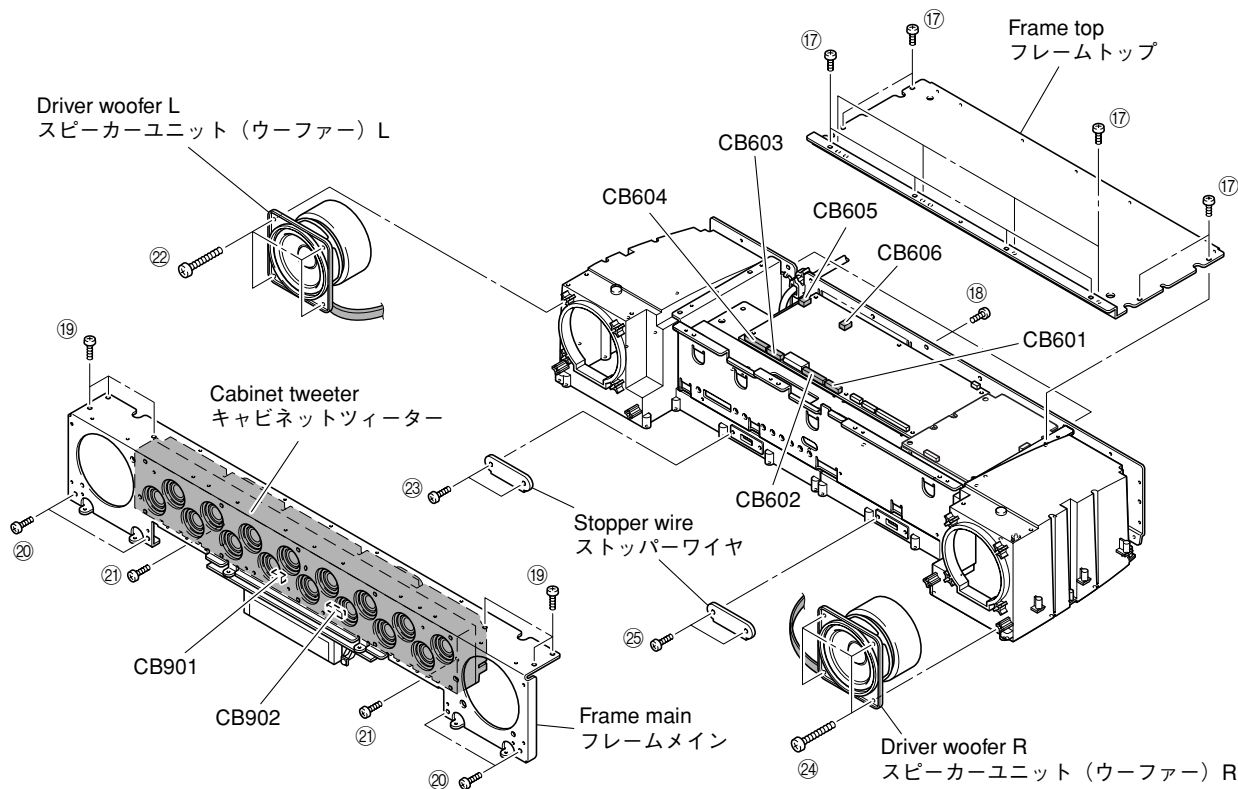

Fig. 13
- Remove 12 screws (17) and 3 screws (18). (Fig. 13)
- Remove the frame top. (Fig. 13)
- Remove 6 screws (19), 4 screws (20) and 2 screws (21). (Fig. 13)
- Remove CB601-604 and CB901-902. (Fig. 13)
- Remove the frame main together with cabinet tweeter. (Fig. 13)
- Remove 4 screws (22). (Fig. 13)
- Remove CB605. (Fig. 13)
- Remove 2 screws (23) and then remove the stopper wire. (Fig. 13)
- Remove the driver woofer L. (Fig. 13)
- Remove 4 screws (24). (Fig. 13)
- Remove CB606. (Fig. 13)
- Remove 2 screws (25) and then remove the stopper wire. (Fig. 13)
- Remove the driver woofer R. (Fig. 13)
- ⑪のネジ12本、⑫のネジ3本を外します。(Fig. 13)
- フレームトップを取り外します。(Fig. 13)
- ⑬のネジ6本、⑭のネジ4本、⑮のネジ2本を外します。(Fig. 13)
- CB601-604、CB901-902を外します。(Fig. 13)
- フレームメインをキャビネットツイーターと一緒に取り外します。(Fig. 13)
- ⑯のネジ4本を外します。(Fig. 13)
- CB605を外します。(Fig. 13)
- ⑰のネジ2本を外し、ストッパーワイヤを外します。(Fig. 13)
- スピーカーユニット(ウーファー)Lを取り外します。(Fig. 13)
- ⑲のネジ4本を外します。(Fig. 13)
- CB606を外します。(Fig. 13)
- ⑳のネジ2本を外し、ストッパーワイヤを外します。(Fig. 13)
- スピーカーユニット(ウーファー)Rを取り外します。(Fig. 13)